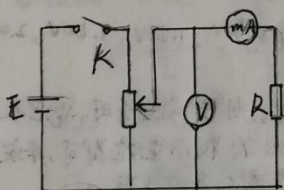
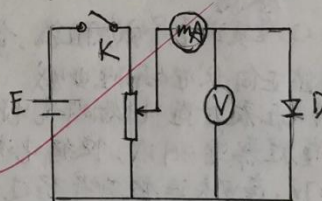

图1 电压表外接电路图
图2 电压表内接电路图
伏安法测电阻有两种接法, 分别如图1和图2所示。由于电表内阻的影响, 两种接法都存在电表的接入误差, 但如果知道电表内阻, 经过修正可以获得正确结果。
图2中, 电压表测量的是待测二极管两端的电压, 但电流表测量的是通过二极管和通过电压表的电流之和。由电流表读数  $I$  和电压表读数  $U$  计算出的二极管的正向阻值  $R_D$  偏小,  $R_D = \frac{U}{I + R_V^{-1}}$  式中  $R_V$  为电压表内阻。当  $R_V \gg R$  时, 相对误差  $R/R_V$  很小。所以电压表内阻大, 待测电阻小时, 使用电压表内接电路比较合适。
选择图2的电压表内接电路测量电阻板上的二极管。测量二极管时, 毫安表选择30mA量程, 电压表量程需要测试, 使得电流能达到30mA的最小量程即可, 本实验选1.5V。电源电压取1.7V。毫安表读数不得超过二极管允许的最大正向电流。
(1) 按图2电压表内接电路摆好线路 (2) 检查接线无误后, 将分压器电压置于最小位置, 试合开关, 注意电表指针偏转方向及大小, 确认电表处于合适量程。
(3) 合上开关, 调节滑线变阻器, 使毫安表指示值为26.0mA, 读电压表记录数据。
(4) 逐步调节, 使毫安表指示为24.0mA, 22.0mA, ..., 2.0mA, 0.0mA, 记录电压表数据。